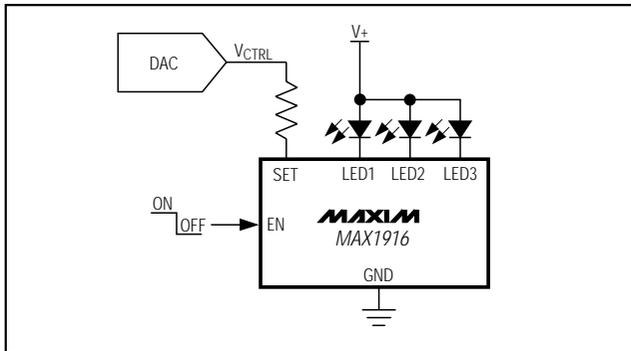

図3. DAC使用の輝度調整
- 2) DACを使用した輝度調整(図3)：出荷時のキャリブレーションを不要にするためにLEDの輝度がダイナミックに調整できるようにDACは V_{CTRL} として使用されています。バッテリー(シングルLi+又は3個のNiMH電池)電源又は安定化された電源がLEDを駆動します。